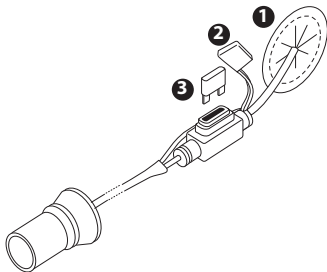

Figura 2: Substituição do fusível da bateria
2. Remova a tampa do fusível. Consulte a Figura 2.